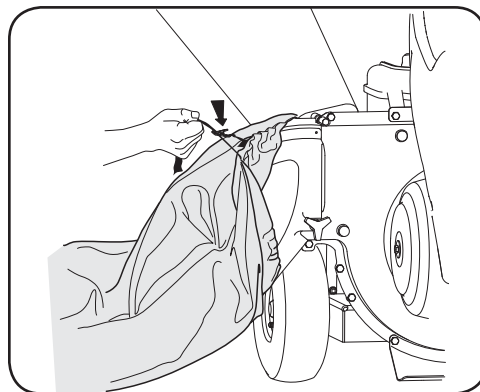

Figure 3-2
2. Pincez la boucle de verrouillage pour desserrer la sangle du sac, puis retirez le sac du déflecteur de la goulotte. Voir Figure 3-2.